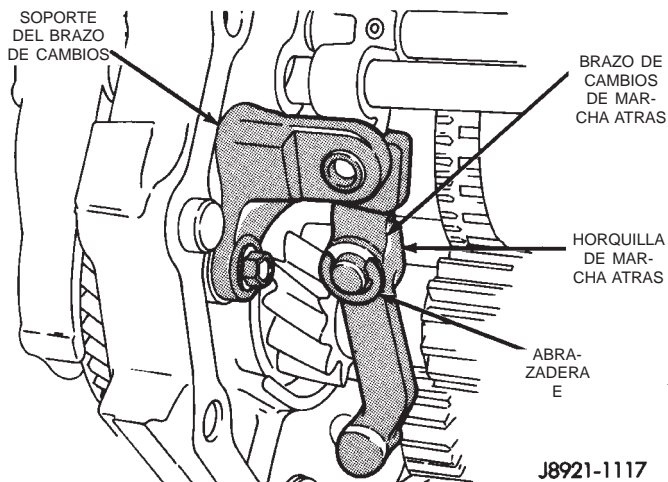

Fig. 64 Componentes del brazo de cambios de marcha atrás
(16) Retire los pernos que fijan el soporte del brazo de cambios de marcha atrás a la placa intermedia (Fig. 64).